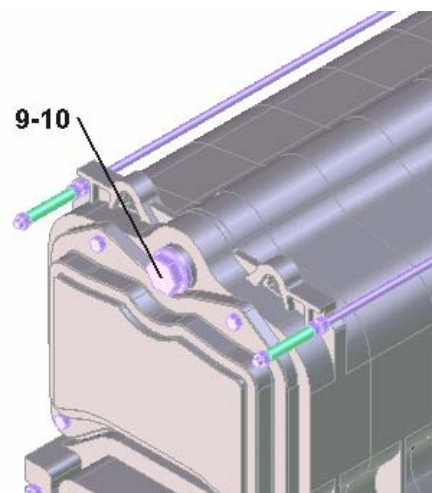

Рис. 10
- 12 .Установите шайбы (7) и гайки (8) на анкерные стержни (5-6) сзади.Стяните части корпуса котла друг с другом, проверяя и сохраняя одинаковое расстояние насадок на анкерных стержнях.
- 14 .Установите заглушки (10), укомплектованные кольцами (9) на передний элемент (3)(рис.10).
- 15 .Установите шанец (18) для контролирующих приборов, убедившись, что кольцо подходящее с Тефлоном или смазанными пеньковыми лентами.
- 16 .На заднем элементе установите кольца 19 и фланцы подачи и обратки (20).